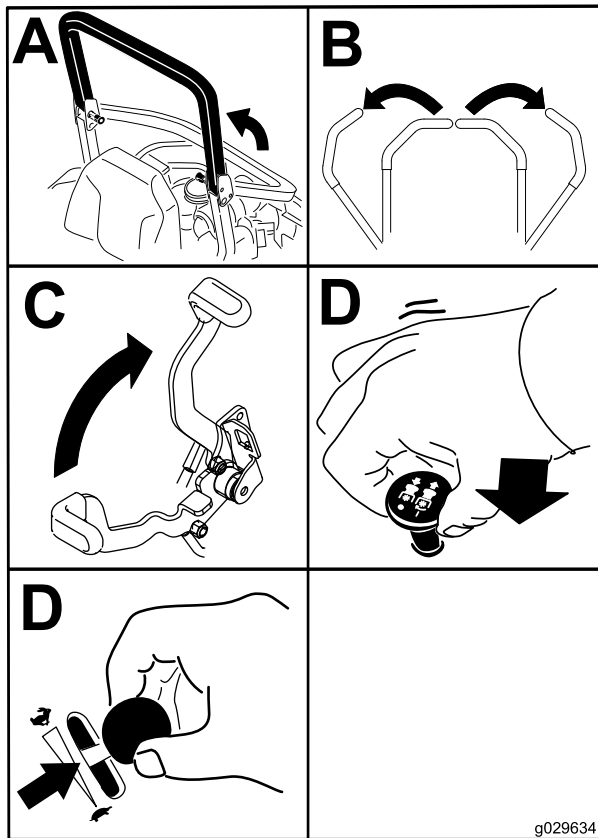

Figure 20
4. Placez la commande des lames (PDF) en position DÉSENGAGÉE(Figure 20).